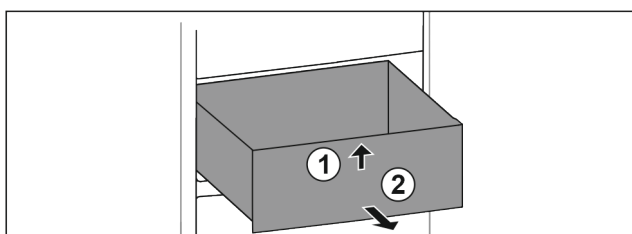

Fig. 124
- ▶ Ridicați sertarul în față. Fig. 124 (1)
- ▶ Extrageți sertarul spre înainte. Fig. 124 (2)